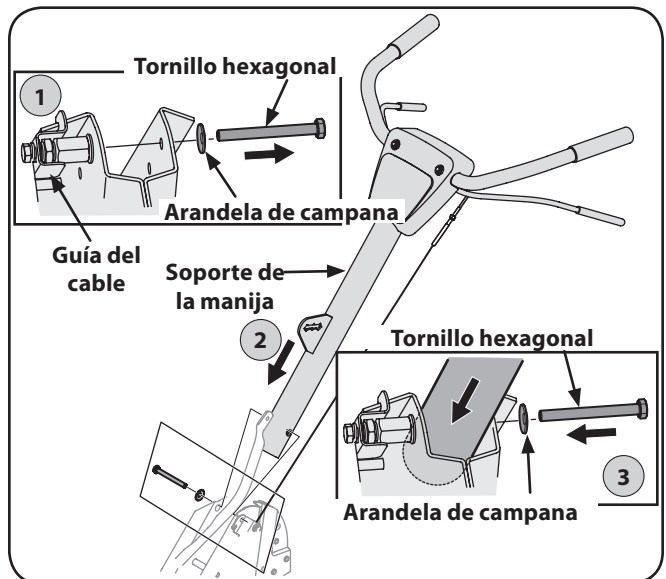

Figura 1-3
3. Retire el tornillo hexagonal y la arandela campana del lado derecho del bastidor. Sostenga la ménsula de la guía del cable del lado izquierdo del bastidor ya que se caerá al quitar el perno. Paso 1 en la Figura 1-3.
4. Inserte la manija en el bastidor de la cultivadora según se muestra. Paso 2 en la Figura 1-3.
5. Inserte el perno a través de la arandela cónica, el bastidor, la manija y dentro de la ménsula de guía del cable (observe que la muesca de la ménsula de la guía del cable pasa por encima de la brida sobre el bastidor). Paso 3 en la Figura 1-3.